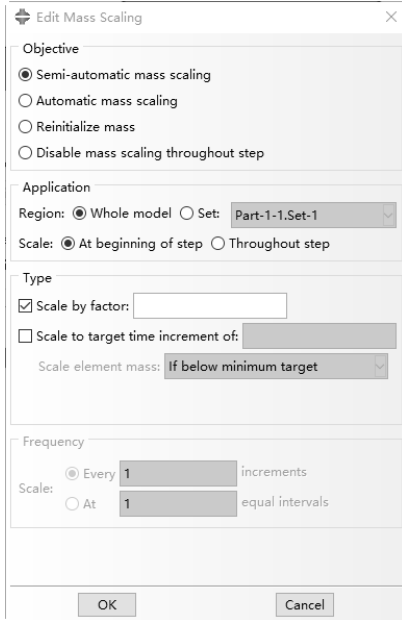

图 2-44 Edit Mass Scaling 对话框
- Use scaling definitions below (使用下面的缩放定义): 用于创建一个或多个质量缩放定义。选中此单选按钮, 单击该对话框下部的 Create 按钮, 弹出 Edit Mass Scaling (编辑质量缩放) 对话框(见图 2-44), 在该对话框中选择质量缩放的类型并进行相应的设置。